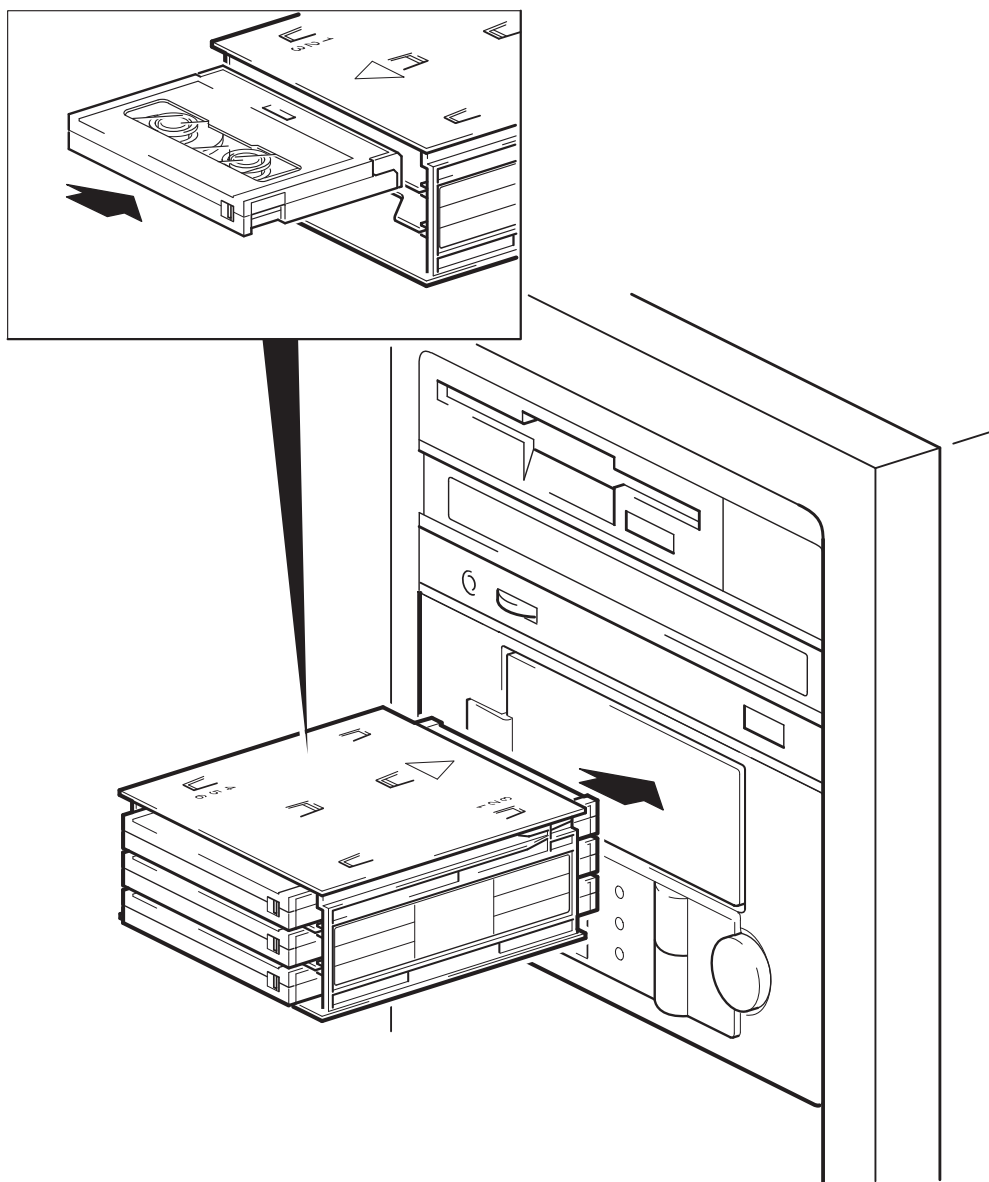

図 11: オートローダのロード
- 2 オートローダ前面のふたからマガジンを挿入します。図 11 で示すように、大きな矢印のある面が上を向いていること、またその矢印がオートローダの方を指していることを確認します。